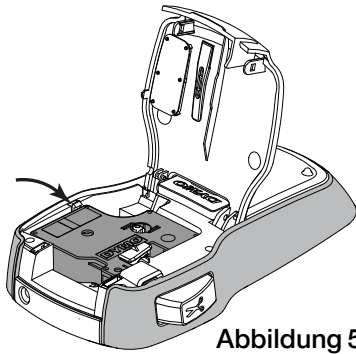

Abbildung 5
- Legen Sie die Kassette ein, und drücken Sie vorsichtig dagegen, bis die Kassette einrastet. Siehe Abbildung 5.